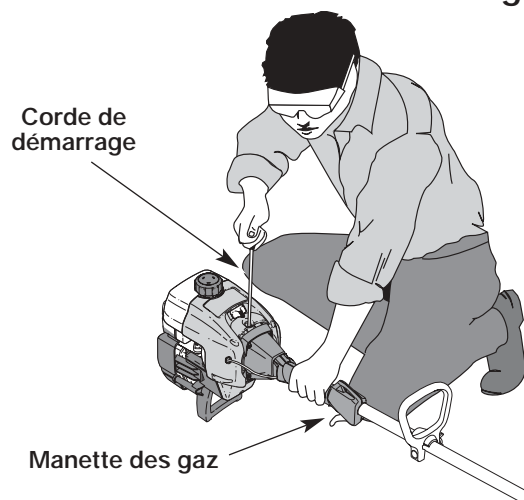

Fig. 8
AVERTISSEMENT: évitez tout démarrage accidentel. Tenez-vous en position de démarrage lorsque vous tirez sur la corde de démarrage (Fig. 8). L'opérateur et l'appareil doivent tous deux être en position stable pour éviter des blessures graves. Vérifiez la bonne installation de l'accessoire avant le démarrage de l'appareil.
5. Accroupissez-vous en position de départ et **n'appuyez pas sur la manette des gaz** (Fig. 8). Tirez sèchement sur le cordon de démarrage jusqu'à 10 fois.